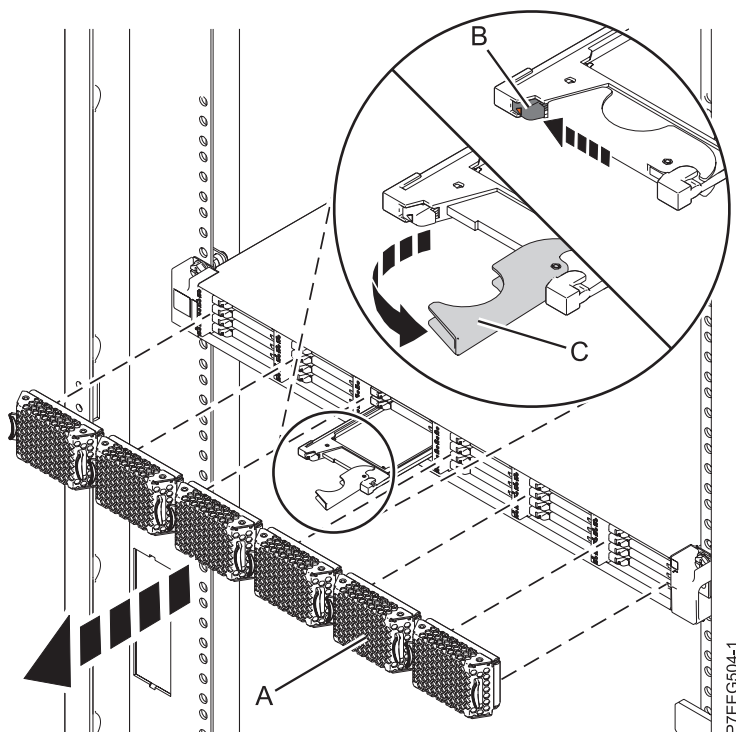

Figure 22. Retrait de l'unité SSD du Boîtier de stockage PCIe 58/88
1. Retirez le panneau (A) qui couvre l'emplacement contenant l'unité SSD.
2. Poussez doucement le taquet de déverrouillage (B) pour déverrouiller la poignée de l'unité. Voir figure 22, à la page 38.